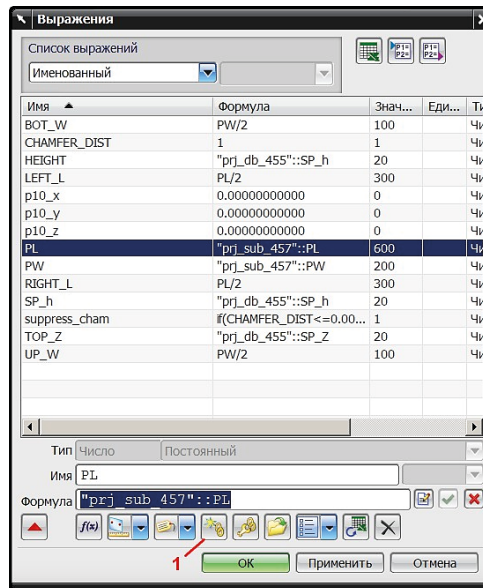

Рис. 7.23. Выражение для определения значения длины плиты съёмника
8. В главном меню последовательно выберите **Инструменты – Выражения**. Найдите выражение *PL* (длина плиты съёмника). Значение выражения приравнено значению *PL* в подсборке *sub* (рис. 7.23).
9. Создайте другую ссылку: щелкните левой кнопкой мыши по выражению *PL*. Нажмите **Создать ссылку между деталями** (рис. 7.23, 1).